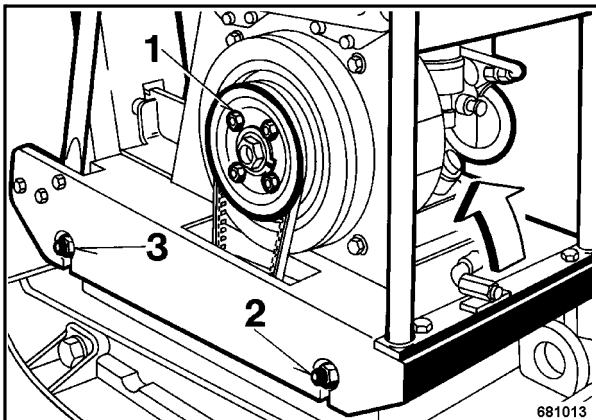

Fig. 7
- Soltar dos tuercas de fijación traseras 3 (Fig. 7) en ambos lados por algunas vueltas.